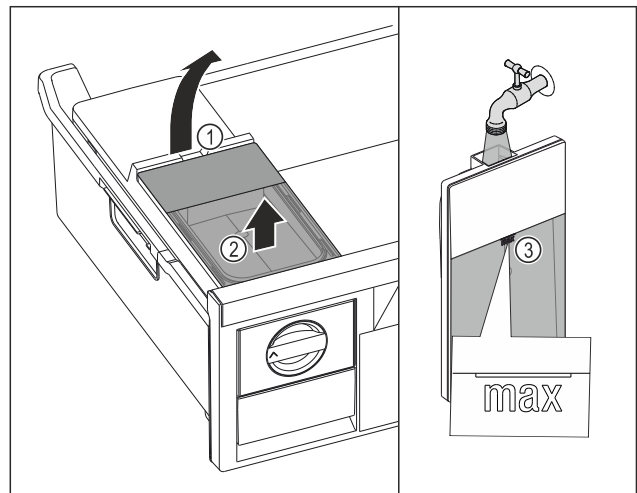

Fig. 81
- ▶ Sollevare il serbatoio dell'acqua dalla cavità Fig. 81 (1).
- ▶ Rimuovere il serbatoio dell'acqua estraendolo verso l'alto. Fig. 81 (2)
- ▶ Riempire il serbatoio dell'acqua con acqua potabile fino al contrassegno Fig. 81 (3).